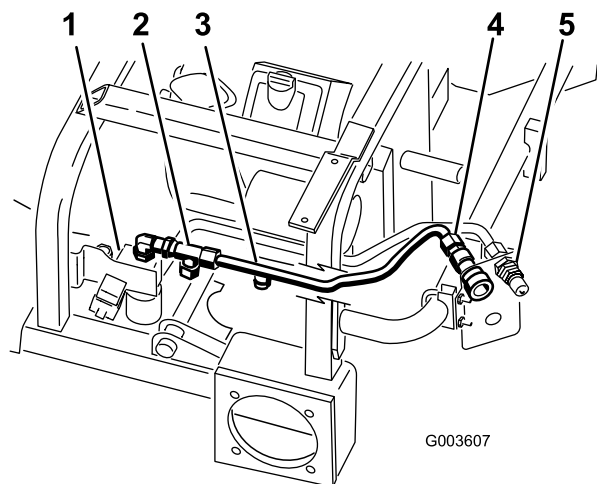

Figura 15
5. Posicione el tubo hidráulico N° 2 en la máquina según se muestra en Figura 15.
6. Conecte el tubo hidráulico N° 2 al acoplamiento en T que está conectado al codo de 90 grados y a la parte superior de la válvula (Figura 15).
7. Conecte el tubo hidráulico N° 2 al acoplamiento hembra superior (Figura 15).